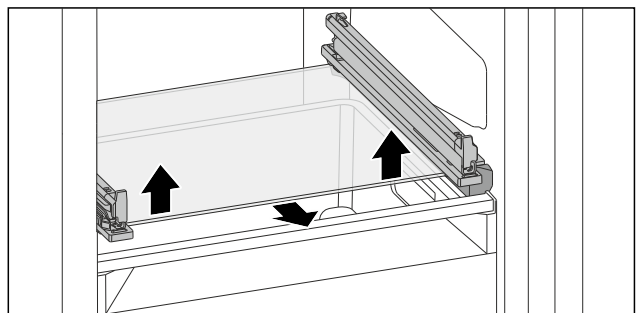

Fig. 177 Tablette en verre du tiroir basculable
- Appuyer des deux côtés sur la tablette en verre de bas en haut. (voir Fig. 177)